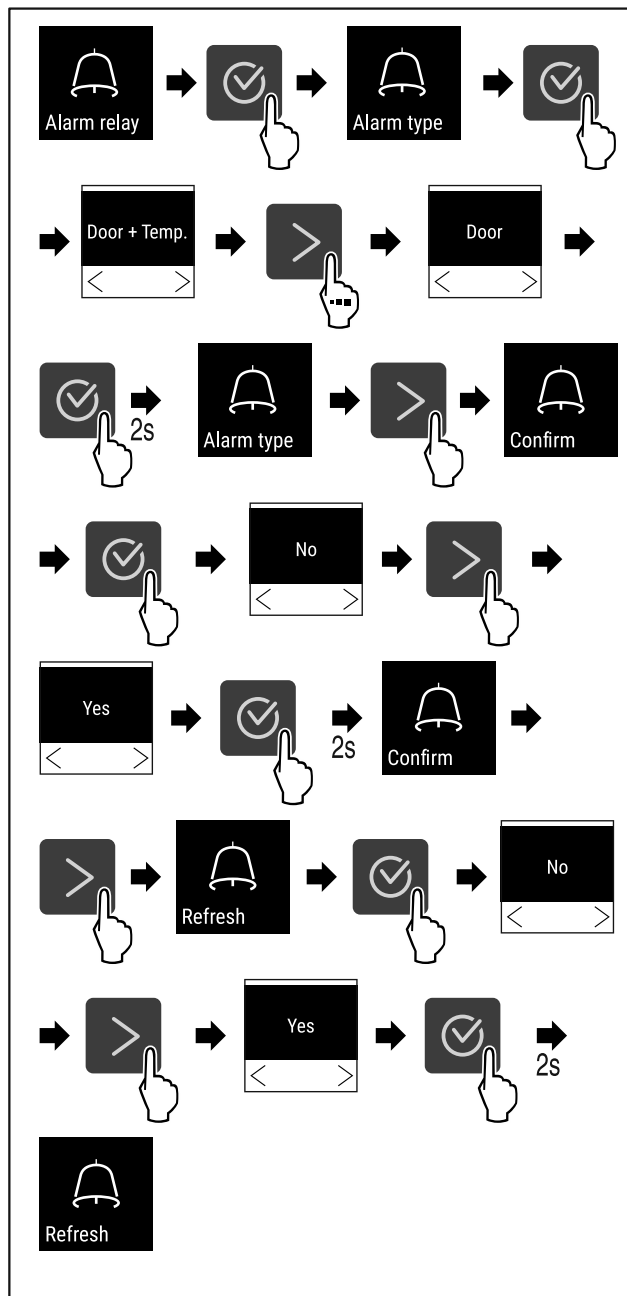

Fig. 109
- ▶ Proved'te akční kroky (viz Fig. 109).